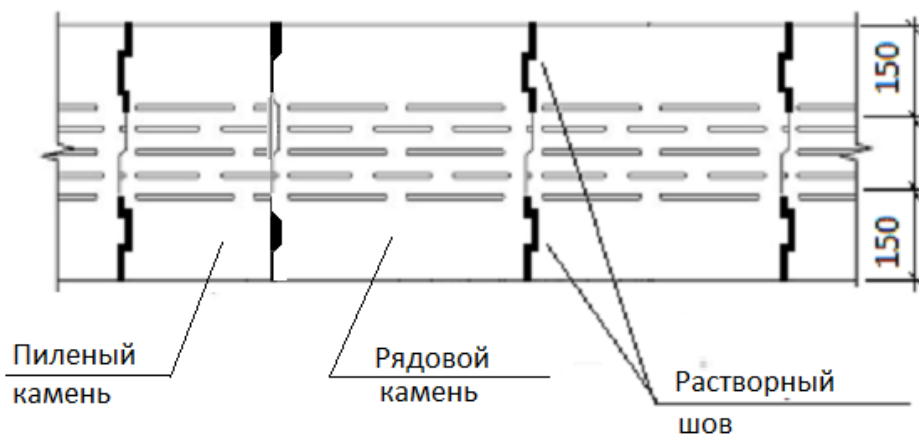

Рис.6: Узел расположения вертикальных растворных швов.
- С раствором: шов заполняется раствором только от угла до замочного элемента, но не более 150мм с двух сторон для образования в межшовном пространстве воздушной прослойки. Толщина шва не должна превышать 10 мм. Данный вариант применим для стыковки рядового и пиленного камней с обязательным запениванием монтажной пеной межшовного пространства. Рис.6.